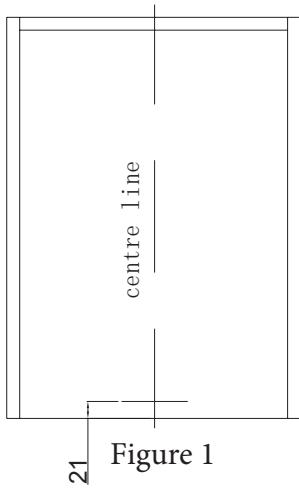

Figure 1
1. Tracez la ligne centrale, comme illustré à la figure 1.